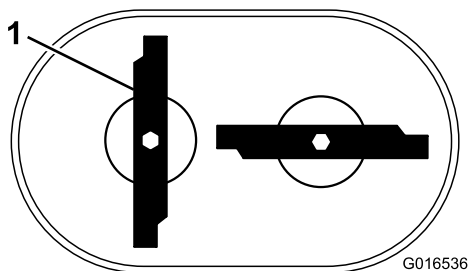

Figure 39
**Remarque:** Les lames devraient être perpendiculaires et former un « T » renversé, comme montré à la Figure 39.